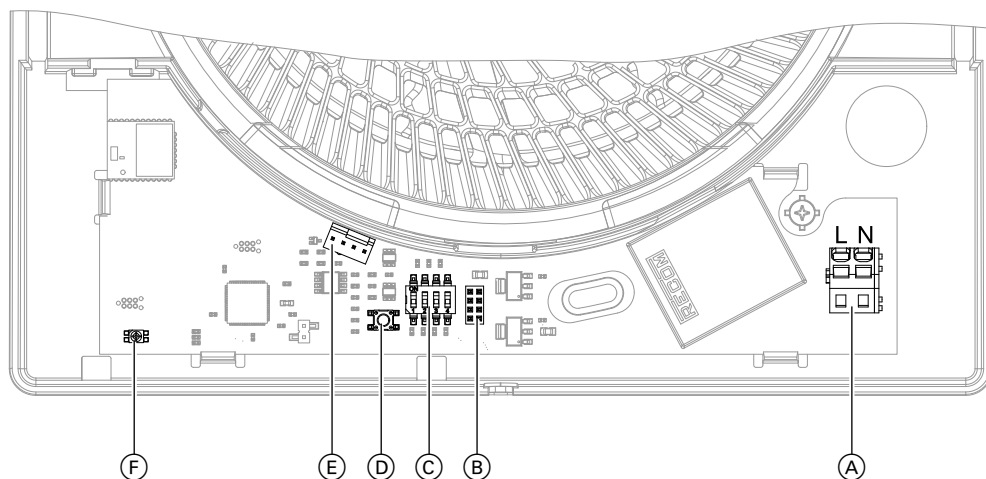

Abb. 35 Leiterplatte in der Innenwandblende
2. Position Anschlussbuchse: Siehe Abb. 35 auf Seite 30.